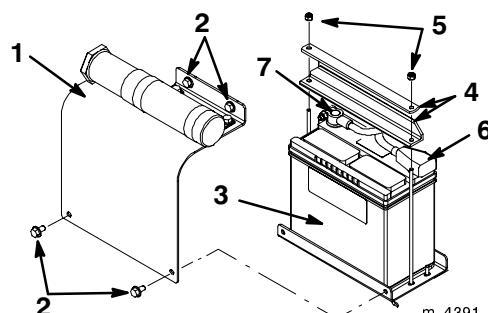

Figure 4
- Retirer les quatre boulons de fixation du capot de batterie, et déposer le capot (Fig. 4).
- Retirer les écrous et barres de maintien de la batterie (Fig. 4).
10. Mettre la batterie en place sur sa plate-forme (Fig. 4).
11. Fixer la batterie au châssis à l'aide des barres et écrous déposés précédemment (Fig. 4).
12. Connecter le fil positif (rouge) de batterie à la borne positive (+) de la batterie (Fig. 4), puis glisser le capuchon de caoutchouc sur la borne.
13. Connecter le fil négatif (noir) de batterie à la borne négative (-) de la batterie (Fig. 4).
14. Monter le capot de batterie (Fig. 4).